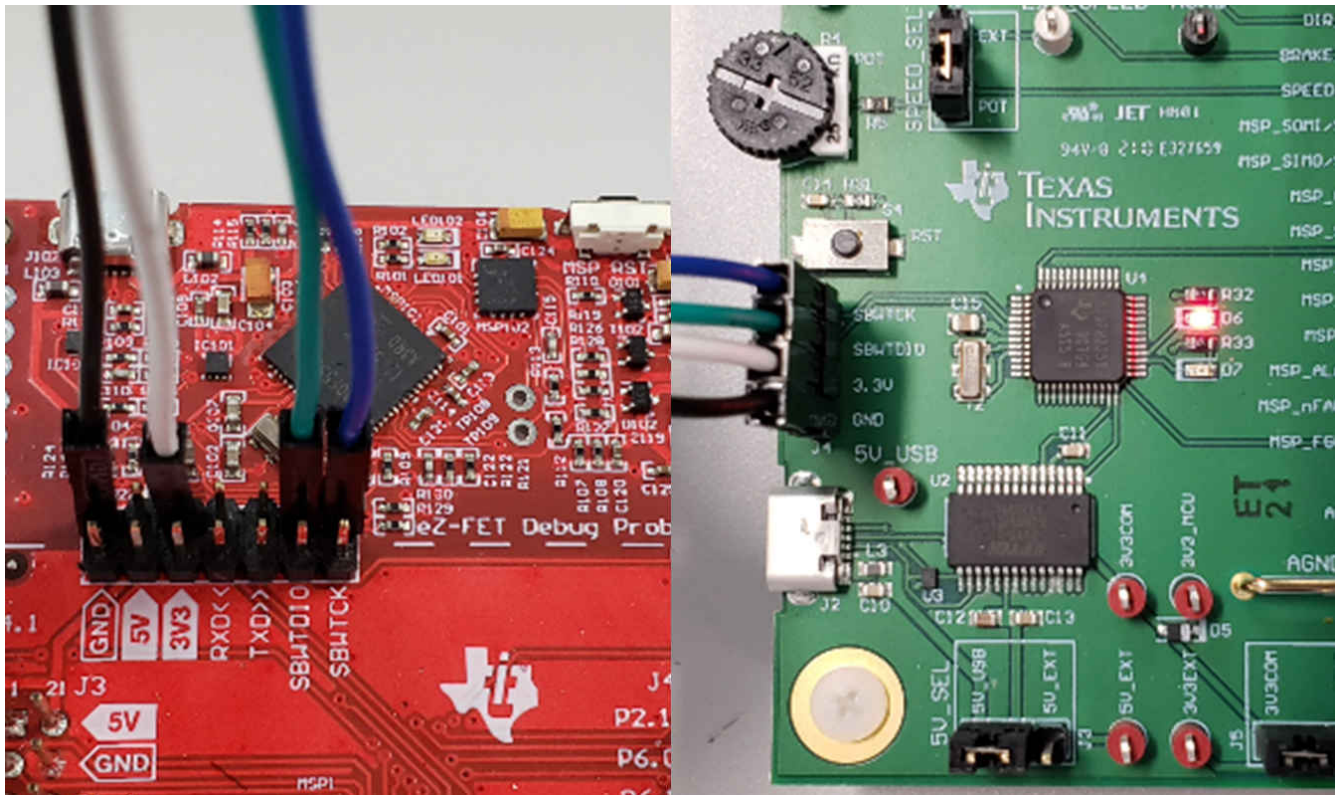

図 7-2. MSP430 LaunchPad™ eZ-FET プローブから MCF8316AEVM への接続
- 表 7-1 および 図 7-2 に示すように、ローンチパッドの eZ-FET 側にある、GND、3v3、SBWTCK、SBWTDIO 信号の上側のピンを MCF8316AEVM の J4 の対応するピンにそれぞれ接続します。